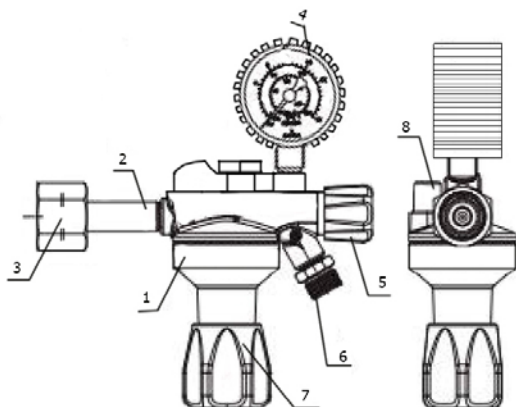

Рис. 3. Схема редуктора баллонного газового TECH CONTROL PB (пропан).
**Для пропанового** - на редукторе установлено показывающее устройство для определения давления в рабочей камере на 0,6 МПа ( $6 \text{ кгс/см}^2$ ) (см. рис. 3).